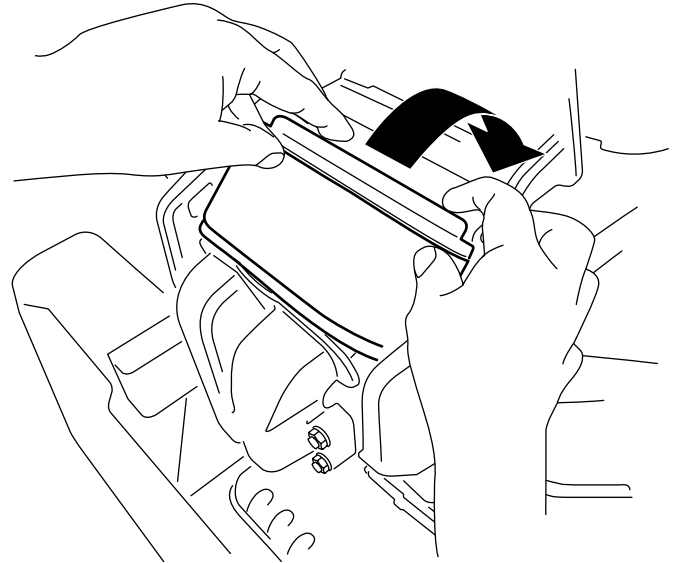

Figure 37
3. Tournez le filtre vers le bas dans la chambre et appuyez-le parfaitement contre le collecteur (Figure 37).